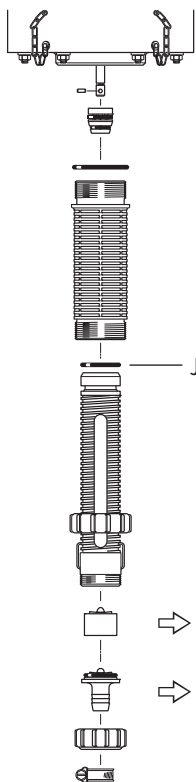

Fig. 16
- Graisser au silicone le joint (Fig. 16-J).